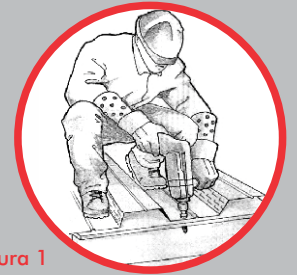

Figura 1
- **4.** A medida que se colocan las sucesivas placas deben fijarse en cada valle en todos los apoyos interiores y exteriores con tornillo autorroscante, clavo de disparo o punto de soldadura eléctrica (Este último, si es placa cal. 22, a través de una arandela \varnothing 10 mm). - Figura 1.